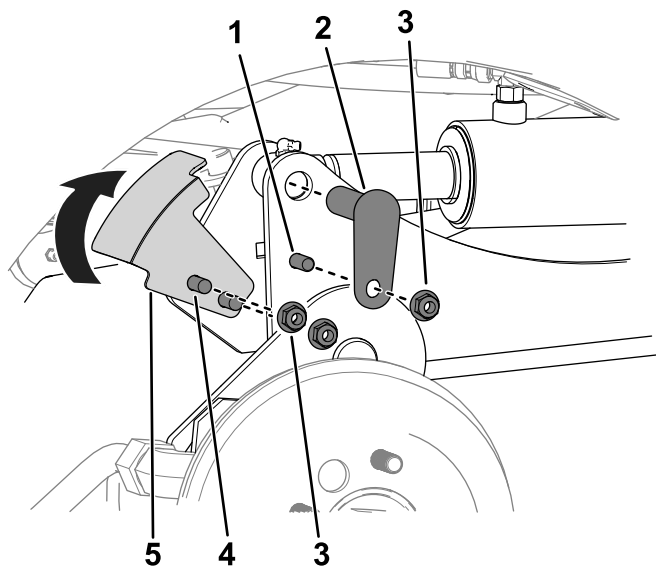

Figura 12
4. Fissate ciascun'estremità dell'asta del cilindro a ciascuno dei bracci di sollevamento con i perni piccoli, i bulloni ( $\frac{3}{8}$ " x  $1\frac{1}{4}$ " e un dado ( $\frac{3}{8}$ " e illustrato nella Figura 12.
5. Fissate la staffa del sensore al braccio di sollevamento destro utilizzando 2 bulloni a testa tonda e 2 dadi ( $\frac{3}{8}$ " e illustrato nella Figura 12.
Quando montate la staffa del sensore, ruotate la staffa verso l'alto (come illustrato nella Figura 12) prima del fissaggio.